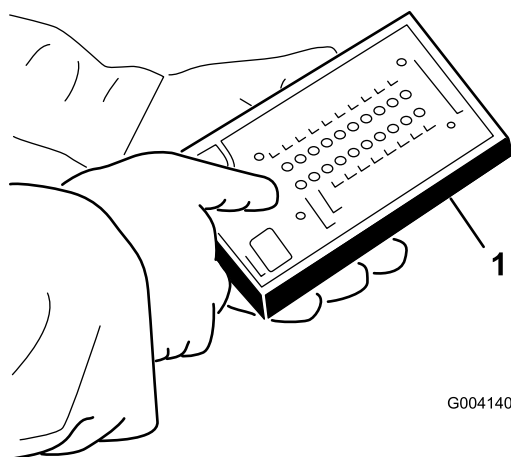

Figura 19
4. Collegate il connettore del display Diagnostic ACE al connettore diagnostico (Figura 19).